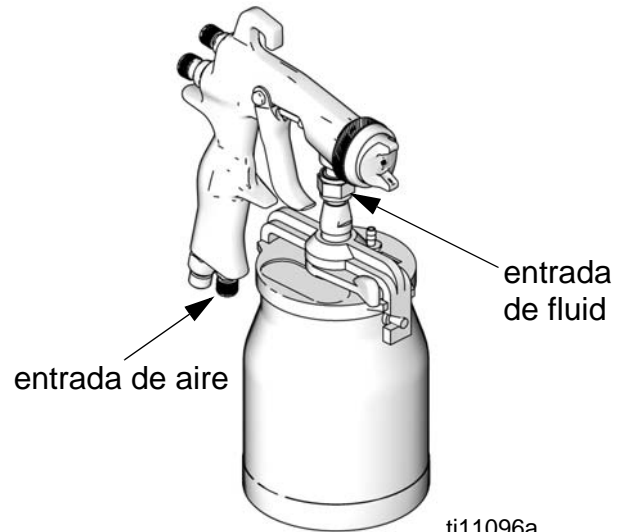

FIG. 1
4. Conecte un suministro de aire filtrado, seco y limpio al racor de entrada de aire. Vea la FIG. 1.